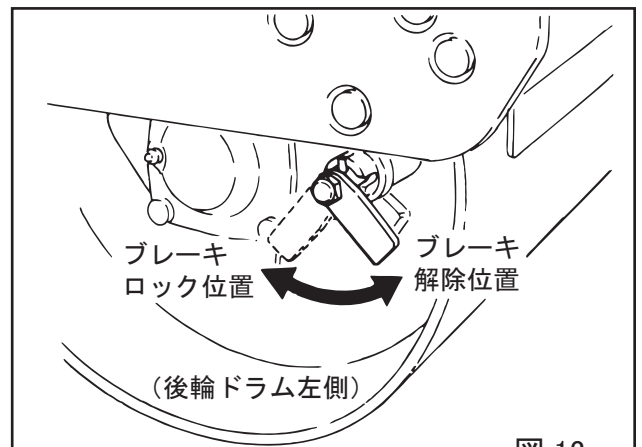

図 13
注意 走行させる前に必ず駐車ブレーキを外してください。レバーがかたい時は、本機を前後にゆくりとわずかに動かしてから外すと、容易にできます。(図 13)
- 駐車ブレーキをロックにします。ブレーキノブを引き90° 時計方向に回します。(図13)